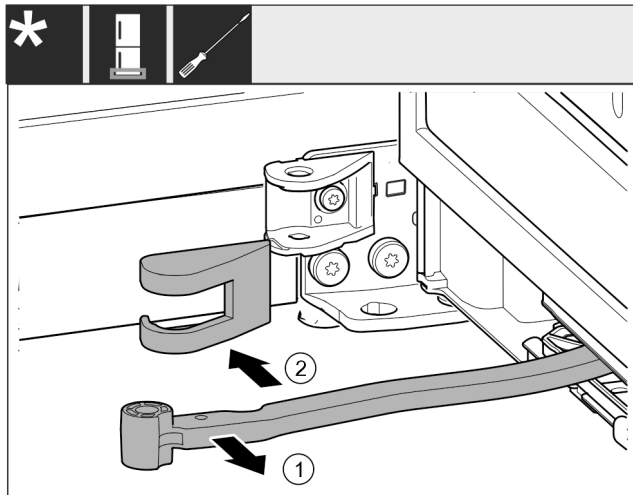

Fig. 14
- ▶ Gelenk in Richtung Tür drehen. *Fig. 14 (1)*
- ▶ Lagerbockabdeckung entfernen. *Fig. 14 (2)*